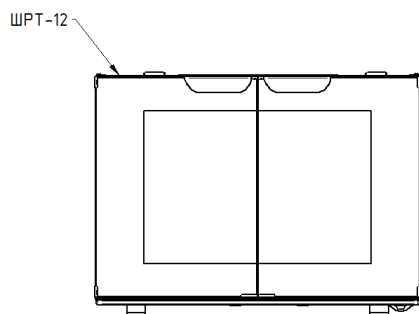

Рис.2
- установите шкаф расстоечный ШРТ-12 (см. Рис.2);